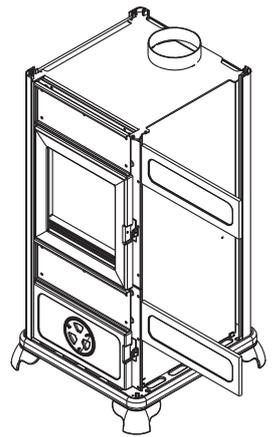

fig. 4
- infilare le mattonelle nelle sedi dei frontali anteriori, fig. 4.